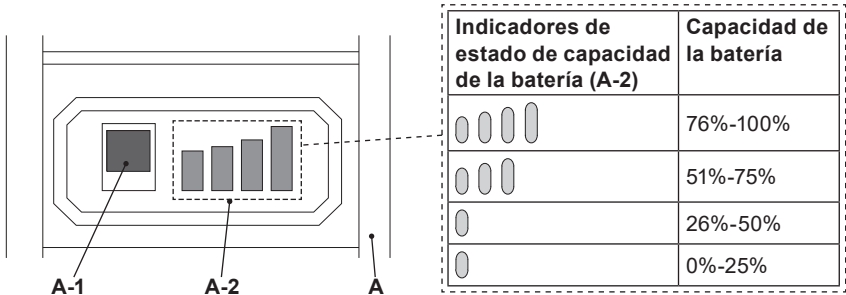

Fig. 5
La batería (A) está equipada con indicadores de capacidad de la batería (A-2) que se utilizan para señalar la capacidad restante de la batería. Pulse el botón de capacidad (A-1) para comprobar la capacidad de la batería (Fig. 5). Los LED permanecerán encendidos durante aproximadamente 5 segundos.